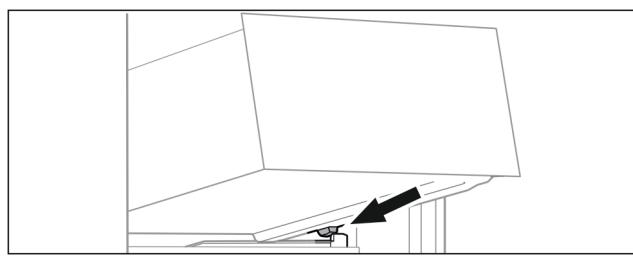

Fig. 69
- Встановити висувний ящик за стопорами на ребро для резервуару навскоси. (див. Fig. 69)